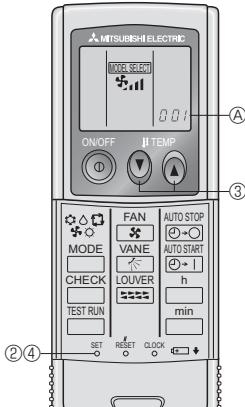

Fig. 6-6
3) Preparación inicial (Fig. 6-6)
① Introduzca las pilas.
② Pulse el botón SET con algún objeto puntaigudo.